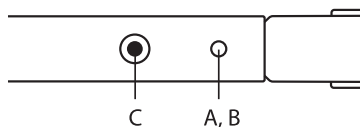

Рис. 2
2. Вставьте опорный кронштейн в отверстие подставки. Нажмите подпружиненную кнопку В вниз, чтобы она вошла в основание подставки (рис. 2).